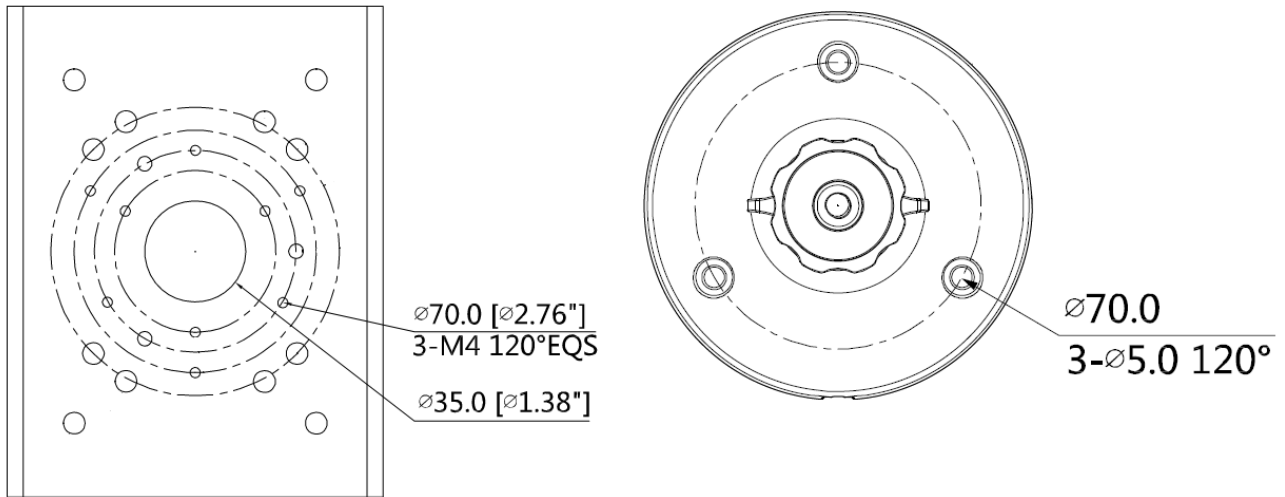

Рисунок 4.4 – Определение точек крепления кронштейна на установочной поверхности
3. Совместите монтажное основание кронштейна BR-101 с установочной поверхностью кронштейна BR-103 (Рисунок 4.4). Используя крепёжные элементы из комплекта поставки кронштейна BR-101, закрепите его на установочную поверхность.